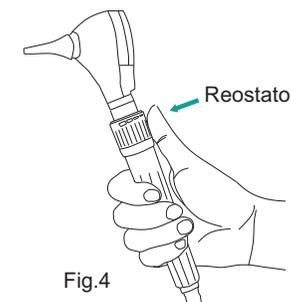

Fig.4
- Quando suspenso do suporte, gire o reostato para selecionar a luminosidade desejada, conforme Fig.4. Ao girar no sentido horário a intensidade da luz aumenta enquanto que no sentido anti-horário a intensidade diminui, conforme indicado.